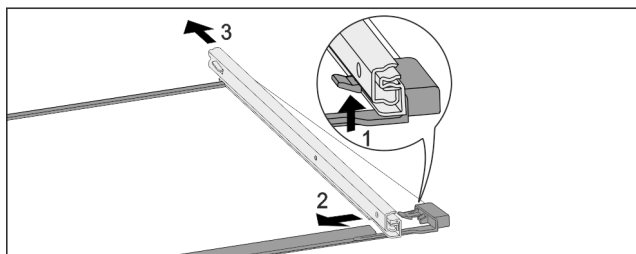

Fig. 180 Glashylla med skenor
- ▶ Tryck främre spärr uppåt. Fig. 180 (1)
- ▶ Skjut bort utdragsskena i sidled Fig. 180 (2) och bakåt Fig. 180 (3).